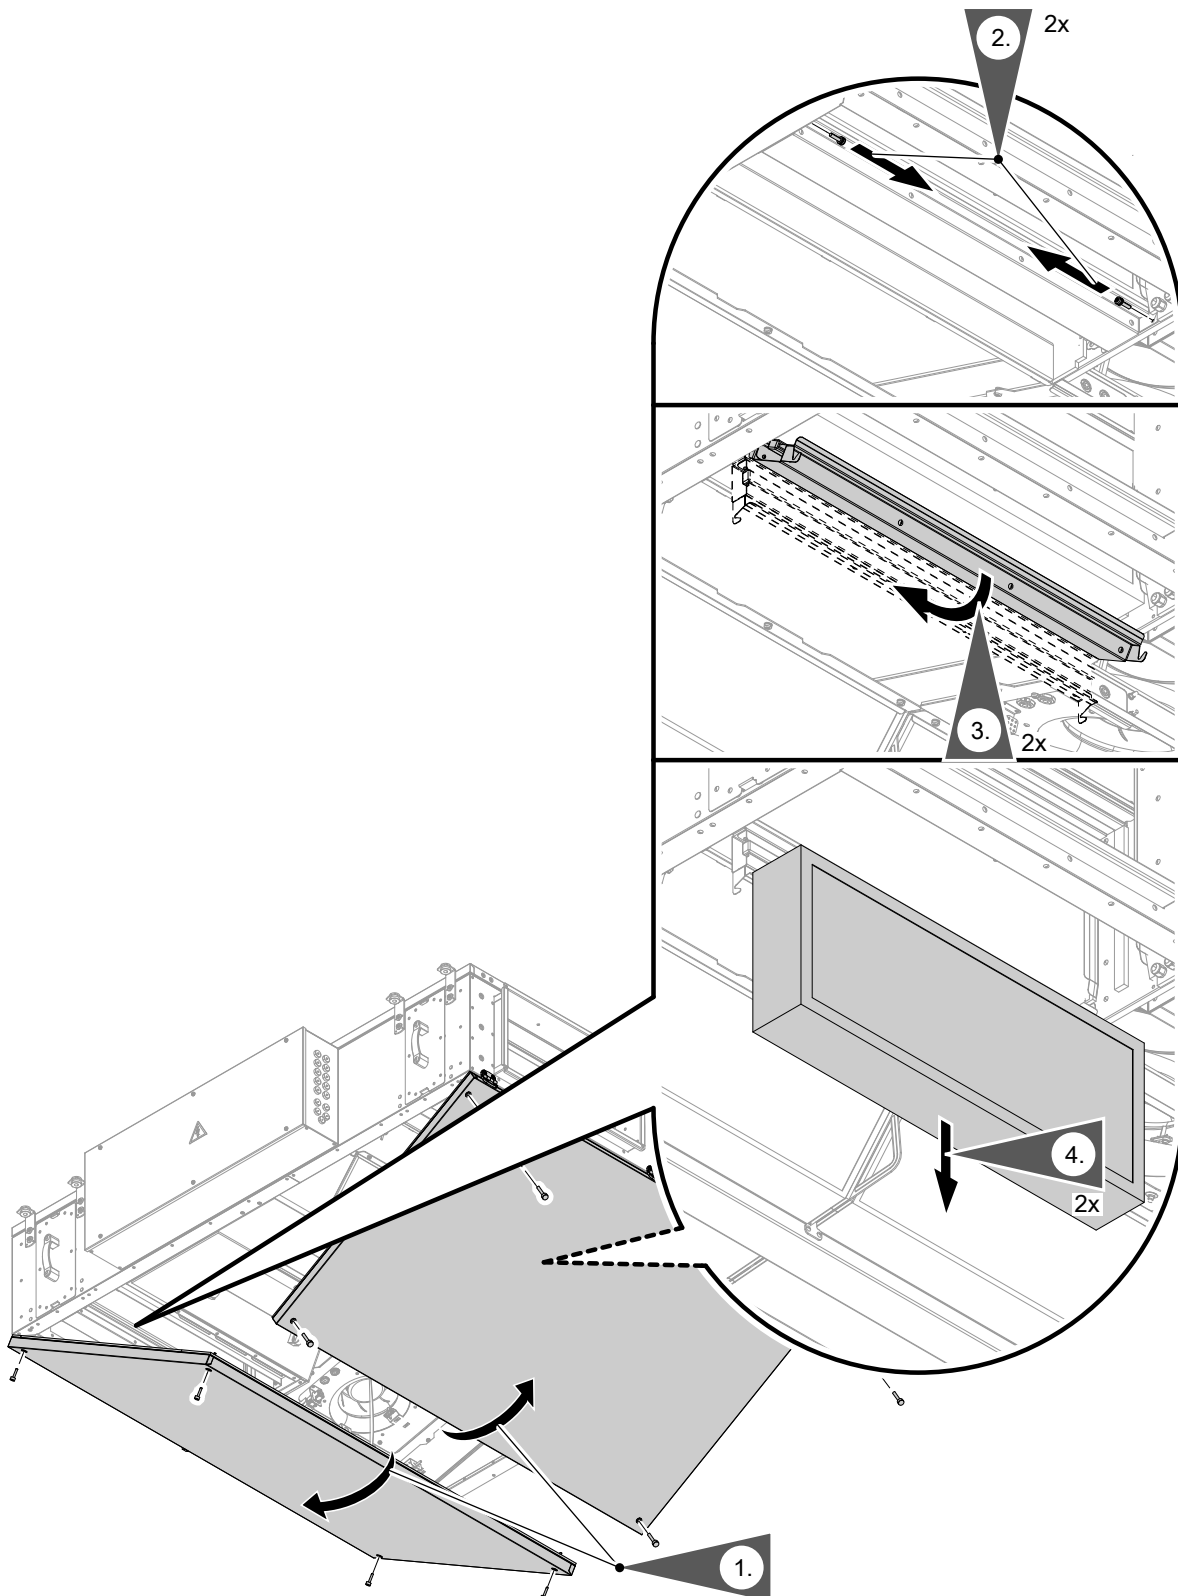

Abb. 53 Beispiel: Typ 1000S
- Zugang über die Bleche an der Geräteunterseite: Siehe Abb. 53.